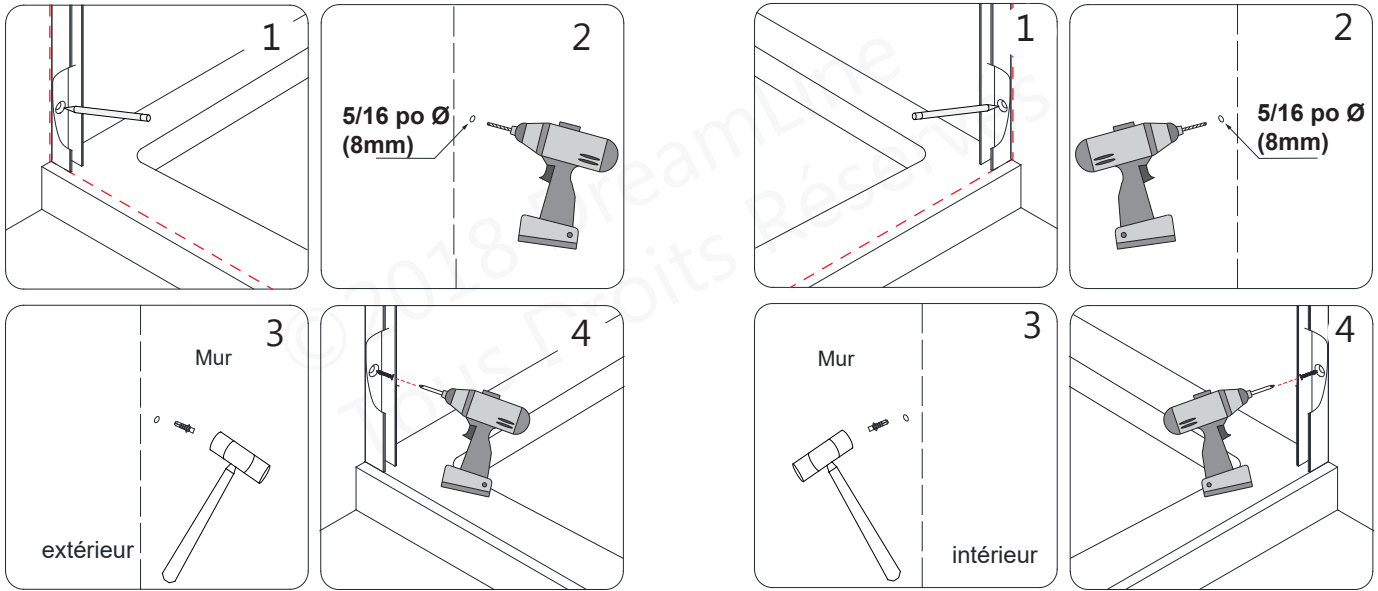

Fig 3
3. Marquez au mur les trous à percer à travers les perforations pré-usinées des **Profils en U d'Acier Inoxydable (N° 11)**. Percez les trous dans le mur avec une **mèche 5/16 po Ø (8mm)** et insérez les **Ancrages Muraux (N° 07)** de 5/16 po Ø (8 mm). Appliquez un cordon de silicone, résistant à l'eau, à l'endos des **Profils en U d'Acier Inoxydable (N° 11)**. Fixez au mur les **Profils en U d'Acier Inoxydable (N° 11)** avec la **Vis à Tête Cylindrique Bombée ST4.2×40 (N° 08)**. (**Fig 3**)